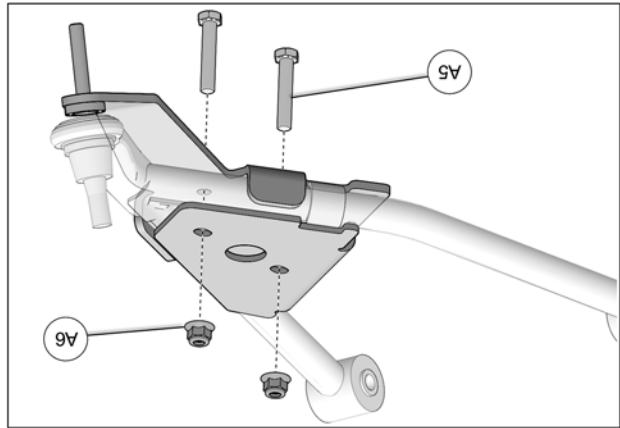

Fig. 18
7. Insérer les boulons M10x55 mm (A5) par le dessous de l'ancrage. Assembler les deux parties avec les écrous (A6) fournis. Serrer l'assemblage à un couple de 50 N•m [37 lb•pi]. Voir la Fig. 18